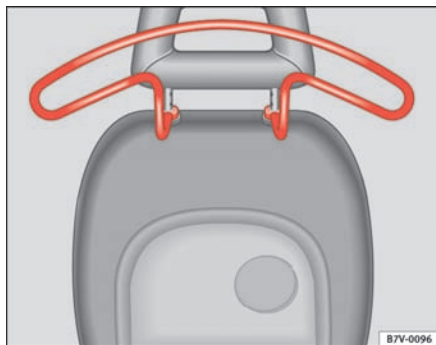

Fig. 108 Bøjle på forsædet
- Træk bøjlen ³³⁾ af hovedstøttens stænger ⇒ fig. 108.